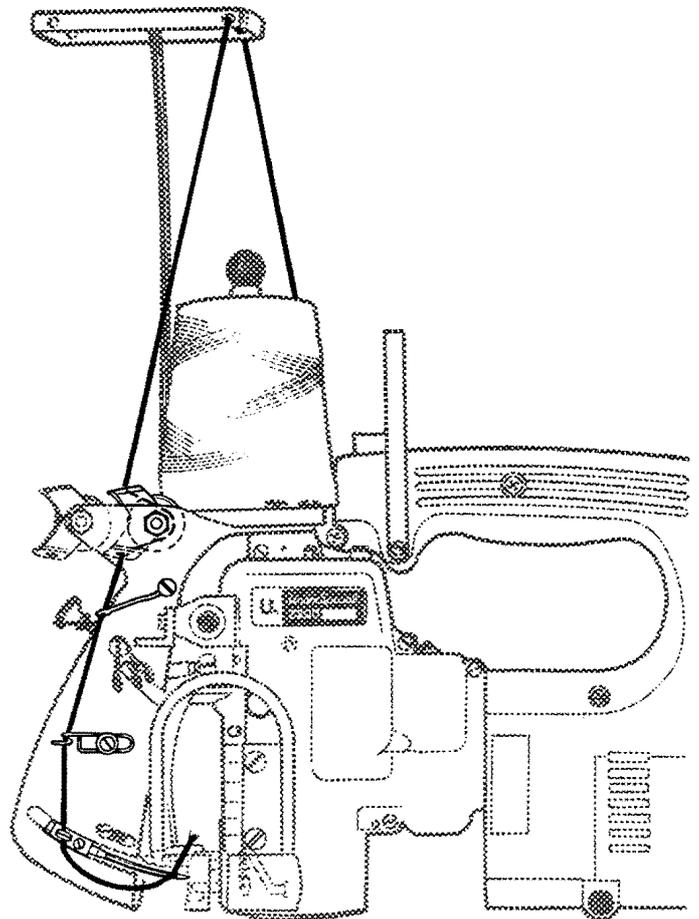

Fig.4
Prüfen Sie die Einfädung der Maschine. Beachten Sie die Einfädelanleitung Fig. 4 und den Abschnitt "EINFÄDELN".
Thread the machine as shown in Fig. 4.
For threading the looper (double locked stitch machines only) open the hinged cover (A, Fig. 4) and turn motor handwheel in operating direction until the needle is in its lowest position below the throat plate. Reclose hinged cover (A) after threading.
The tension (L, Figs. 4 and 13) controls the looper thread and the tension (N) controls the needle thread. Only a slight tension should be applied on the looper thread. The tension applied on the needle thread depends upon the size of the thread and the thickness of the fabric to be sewn and has to be regulated till the machine sews and chains off perfectly.
The presser foot pressure is regulated with the knurled regulating screw (B, Fig. 4).
Fädeln Sie die Maschine wie in Fig. 4 gezeigt ein.
Zum Einfädeln des Greifers (nur bei Doppelkettenstichmaschinen) öffnen Sie die Verschlußklappe (A, Fig. 4) und drehen am Motor-Handrad in Drehrichtung bis die Nadel in der tiefsten Stellung unter der Stichplatte ist.
Die Spannung (L, Fig. 4 und 13) reguliert den Greiferfaden und die Spannung (N) den Nadelfaden.
Der Drückerfußdruck wird mit der gerändelten Stellschraube (B, Fig. 4) reguliert.
Loosen the screw (D, Fig. 4) for the needle and draw out the needle. Insert the shank of the new needle as far as it will go into the needle seat and with the flat on the shank facing to the front.
Lösen Sie die Schraube (D, Fig. 4) für die Nadel und ziehen Sie die Nadel heraus. Stecken Sie den Kolben der neuen Nadel bis zum Anschlag in den Nadelsitz und so, daß die Fläche am Kolben nach vorne zeigt.